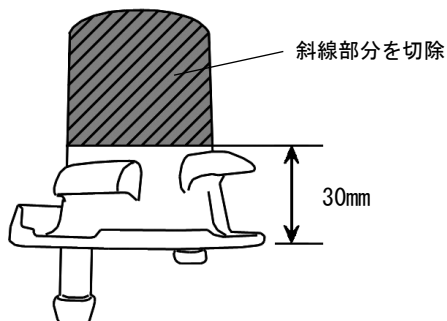

図4-1
- 1. 純正ロアマウンティングラバーを、下から30mmのところを切除してください。(図4-1)